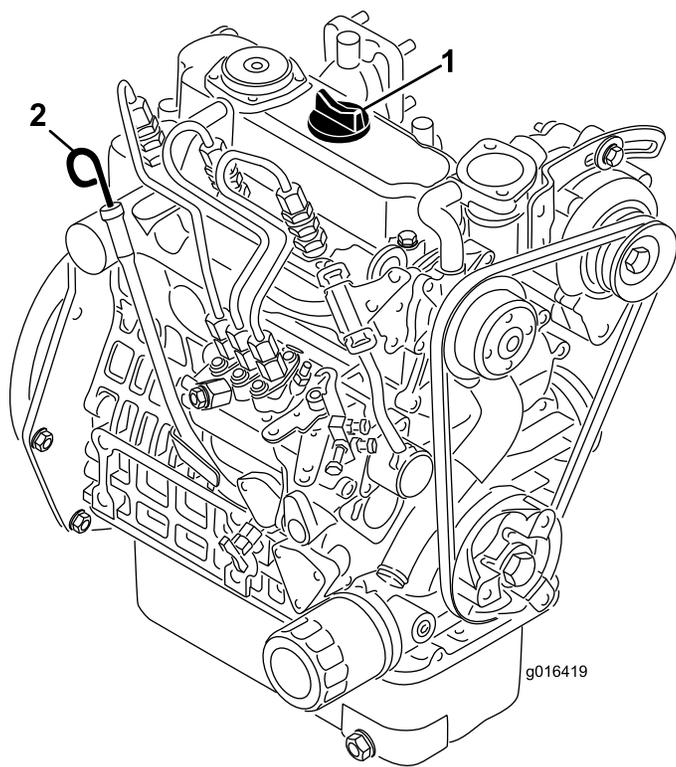

Figura 34
2. Retire a vareta e limpe-a com um pano limpo (Figura 34).